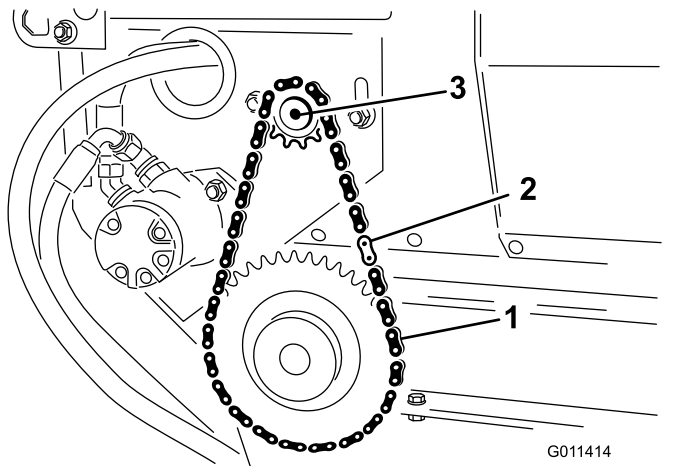

図 30
2. チェーンのマスタールinkを外し、小さい方のスプロケットからチェーンを外す 図 30。